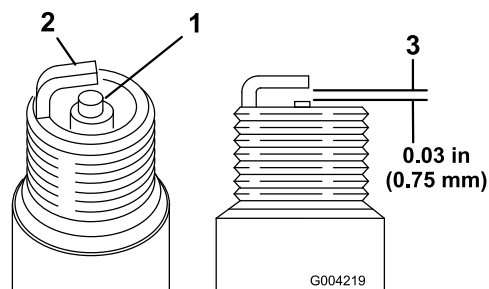

Figura 34
1. Controllate la parte centrale di entrambe le candele (Figura 34). Se l'isolatore è di color marrone chiaro o grigio, il motore funziona correttamente. Una patina nera sull'isolatore significa in genere che il filtro dell'aria è sporco.
2. Controllate la distanza tra gli elettrodi centrale e laterale (Figura 34).
3. Piegate l'elettrodo laterale (Figura 34) se la distanza non è corretta.